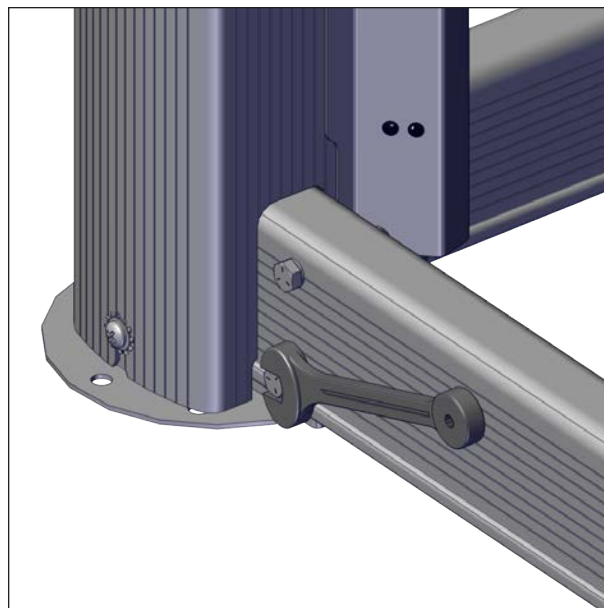

FIGURE 38: SERRER LES DEUX VIS
11. S'assurer qu'il n'y a pas de fils coincées, puis serrer les deux vis du profilé en U, voir Figure 38.